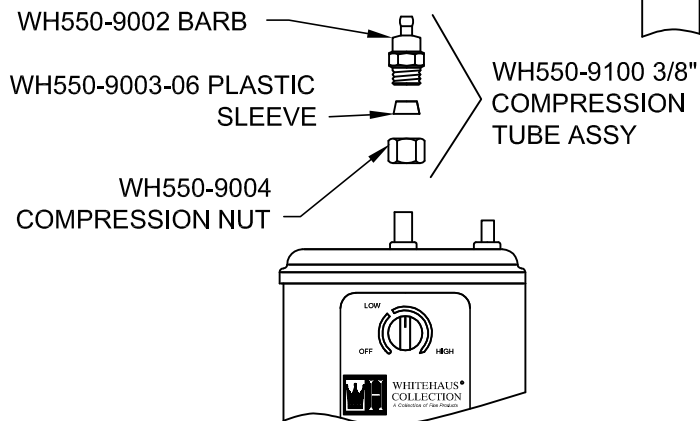

FIG. 7
11. SEE FIG 7. INSTALL WH550-9100 3/8" COMPRESSION TUBE ASSY ON TANK OUTLET TUBE AS SHOWN. DO NOT OVER TIGHTEN.